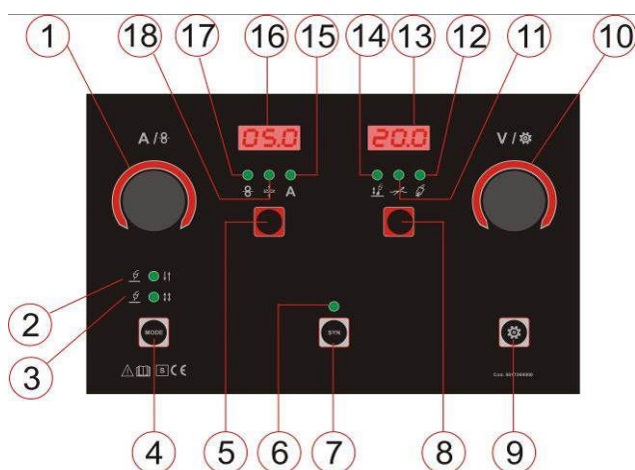

FIG.1
Para soldar en modo MIG MANUAL asegurarse de que el led del modo sinérgico (Fig.1, ref.6) esté apagado.
Si estuviera encendido, pulsar el botón SYN (Fig.1, ref.7) hasta apagarlo.
Posteriormente pulsar el botón MODE (Fig.1, ref.4) para seleccionar el modo de soldadura MIG 2T (Fig.1, ref.2) o MIG 4T (Fig.1, ref.3).
Pulsar el botón **SYN** (Fig.1, ref.7) para activar el modo sinérgico.
El led (Fig.1, ref.6) se deberá encender.
Girando el encoder derecho **V** (Fig.1, ref.10) es posible variar el número del programa.
- Corriente (A)
Para seleccionar estos parámetros, hay que pulsar el botón en Fig.1, ref.5 hasta que se encienda el led correspondiente.
ATENCIÓN: PARA SALIR DEL MODO SINÉRGICO Y VOLVER AL MODO MANUAL, MANTENER PULSADO EL BOTÓN SYN (Fig.1, ref.7) DURANTE APROX. 3 seg
Pulsando el botón **ENGRANAJE**  (Fig.1, ref.9) se accede al ajuste de algunas configuraciones secundarias.
Pulsar el botón **ENGRANAJE**  (Fig.1, ref.9) hasta visualizar en la pantalla derecha el texto **Sta**.
Con el encoder de ajuste **V** (Fig.1, ref.10) es posible variar el valor de la función **Sta** desde **Aut** (AUTO, que es el valor ideal) hasta **125**.
Pulsar el botón **ENGRANAJE**  (Fig.1, ref.9) hasta visualizar en la pantalla derecha el texto **bb**.
Con el encoder de ajuste **V** (Fig.1, ref.10) es posible variar el valor de la función **bb** desde **Aut** (AUTO, que es el valor ideal) hasta **100 ms**.
Pulsar el botón **ENGRANAJE**  (Fig.1, ref.9) hasta visualizar en la pantalla derecha el texto **End**.